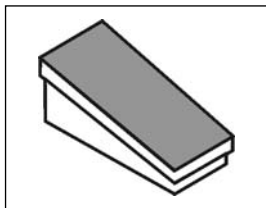

Abb. 7
2.2.3 Pedal-Fernsteuerung RC12 für MMA- und WIG-Schweißen (Abb. 7)